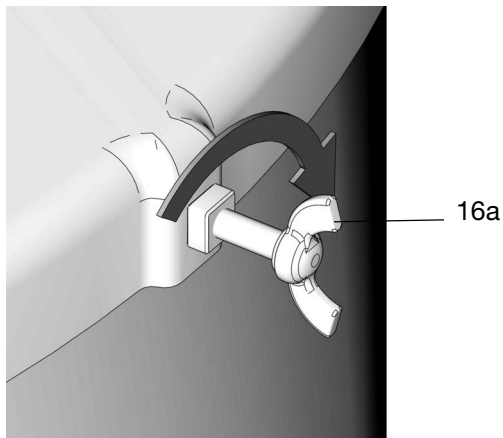

ABB. 29
- Die Flügelschrauben (16a) anziehen, um die Abdeckung (16) auf dem Fass zu befestigen (ABB. 29).